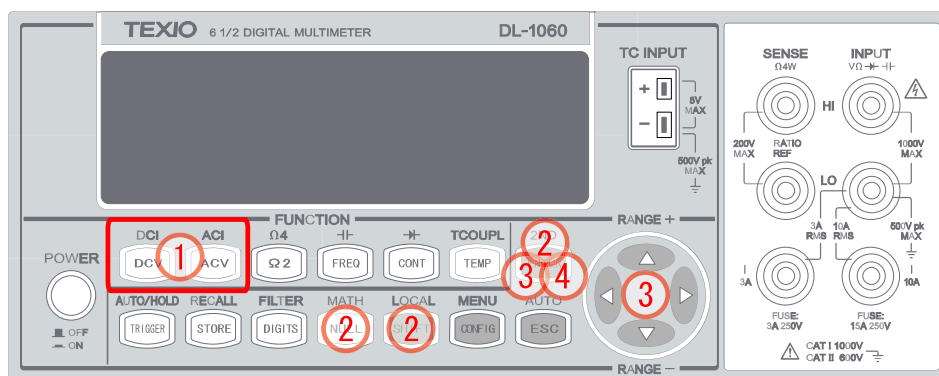

図 3-27
- ① DCV 又は ACV ボタンを押し、測定機能を選択します。
- ② <◀▶>、ENTER ボタン等を使い、MATH(SHIFT+NULL) > dB > dB REL の順で移動します。
- ③ <◀▶> ボタンで桁を移動し、△・▽ボタンを使い希望の数値に設定します。ENTER ボタンを押して値を決定します。
- ④ ENTER ボタンを押して“RUN”で測定を開始します。
- 使用するボタンを図 3-27 に示します。